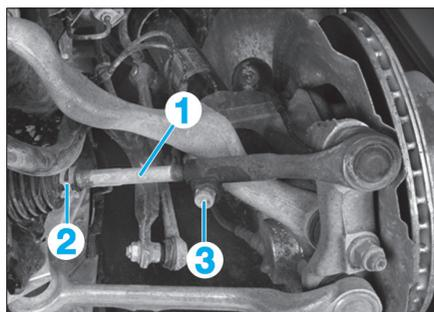

Fig. 2
- Le parallélisme se règle par l'allongement ou le raccourcissement de la longueur des biellettes de direction (1), en les tournant par leur empreinte hexagonale, après avoir desserré le collier (2) et l'écrou de serrage (3) (Fig.2).